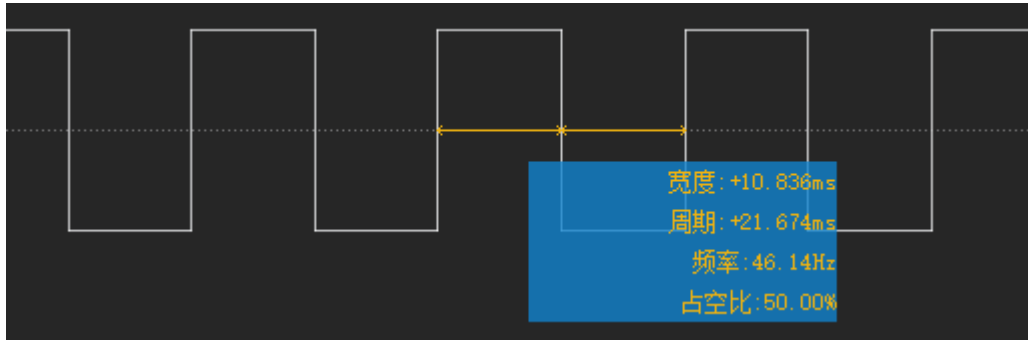

图 3.2.1 WWDT 定时翻转
3. 通过图 3.2.1 验证 WWDT 实现翻转 GPIO